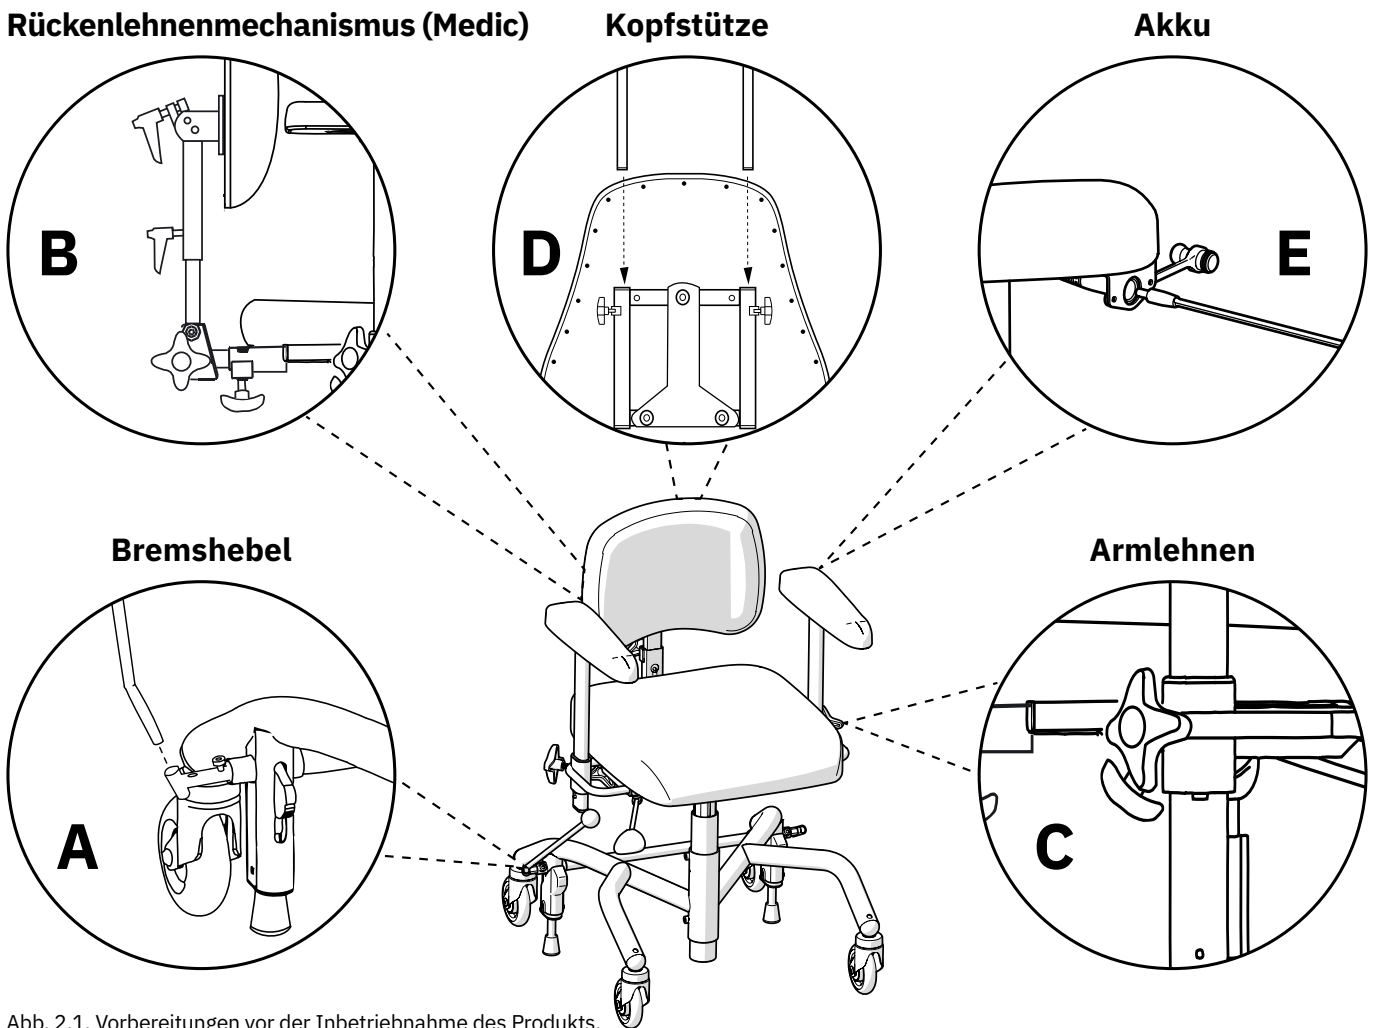

Abb. 2.1. Vorbereitungen vor der Inbetriebnahme des Produkts.
Stecken Sie den Bremshebel in die Bremshebelhalterung (A), siehe Abb. 2.1. Der Bremshebel kann auf der rechten oder linken Seite montiert werden.
Setzen Sie das Rohr der Rückenlehne in den Rückenlehnenmechanismus (B) ein und stellen Sie die gewünschte Höhe ein, siehe Abb. 2.1. Ziehen Sie sämtliche Handschrauben (B) fest. Die Abbildung zeigt einen von mehreren Rückenlehnenmechanismen, die für Mercado-Medic-Produkte erhältlich sind. Die anderen Rückenlehnenmechanismen werden auf die gleiche Weise montiert, auch wenn sie sich optisch von der Abbildung unterscheiden können.
Lösen Sie die Handschrauben an den Armlehnen (C) und stellen Sie die gewünschte Höhe und Breite ein, siehe Abb. 2.1. Ziehen Sie sämtliche Handschrauben (C) fest.
Sofern das Produkt mit einer Kopfstütze geliefert wird, stecken Sie den Kopfstützenmechanismus in die Halterung an der Rückenlehne (D) und stellen Sie die gewünschte Höhe ein, siehe Abb. 2.1. Ziehen Sie sämtliche Handschrauben (D) fest.
Vor der ersten Inbetriebnahme muss bei elektrischen Modellen der Akku aktiviert und geladen werden. Dazu wird das Akkuladegerät an die Ladebuchse des Produkts und an eine Wandsteckdose (E) angeschlossen, siehe Abb. 2.1. Die Ladebuchse kann an verschiedenen Stellen des Produkts montiert werden. In den meisten Fällen wird das Produkt mit der Ladebuchse an der Rückseite der linken Armlehne geliefert.